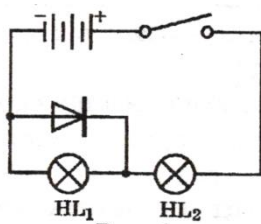

Рис. 4
7. Собрать цепь по схеме (рис. 4). На схеме показать путь тока. Обосновать наблюдаемое после замыкания ключа.